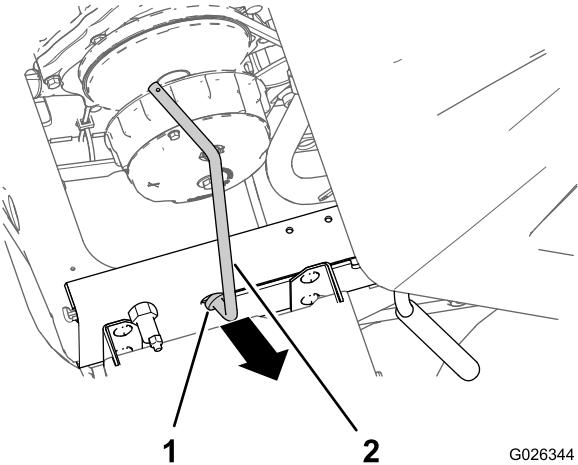

Figura 3
5. Deslize a parte inferior da barra de apoio para a extremidade frontal da ranhura da barra, no canal da estrutura esquerda ou no suporte de apoio da máquina (Figura 3).
6. Remova a barra de apoio através do orifício da chave na extremidade frontal da ranhura final da barra (Figura 3).